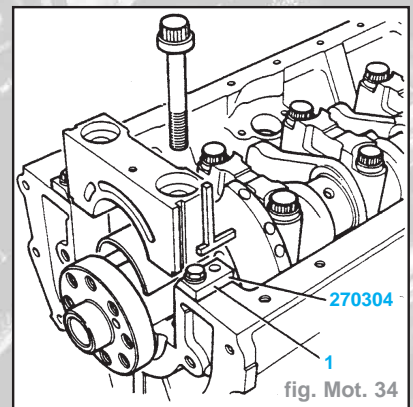

fig. Mot. 34
- Assujettir les guides de joint (1) N°270304 au carter-moteur et veiller à ce qu'ils soient parallèles au bord du carter-moteur (Fig. Mot. 34).